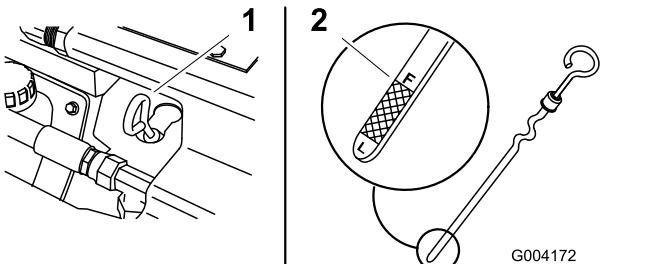

Figura 35
4. Limpie la zona alrededor de la varilla de aceite (Figura 35).
5. Retire la varilla y límpie el extremo metálico (Figura 35).
6. Introduzca la varilla a fondo en el tubo de la varilla (Figura 35).